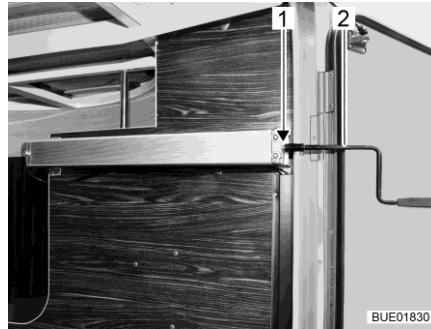

Fig. 135 Manivela en el garaje trasero
- Encajar la manivela (Fig. 135,2) en la espiga (Fig. 135,1).